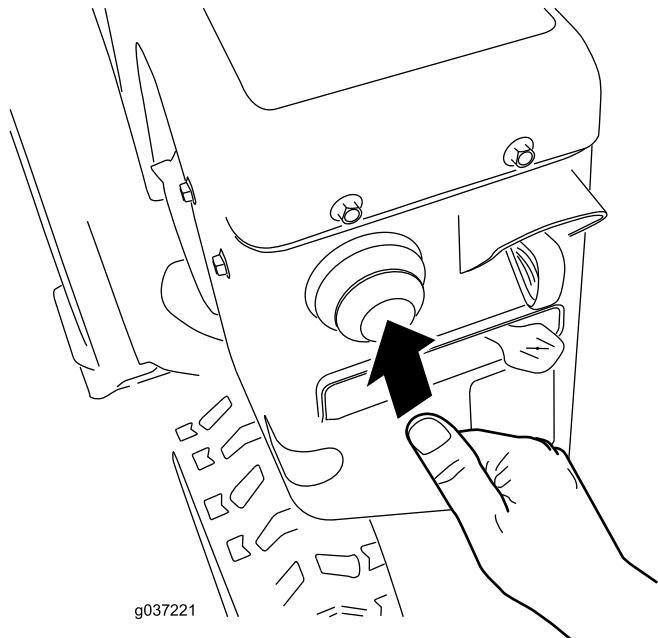

Figure 26
4. Appuyez fermement sur l'amorceur avec le pouce comme indiqué dans le tableau ci-dessous, en marquant une pause d'une seconde chaque fois (Figure 26).